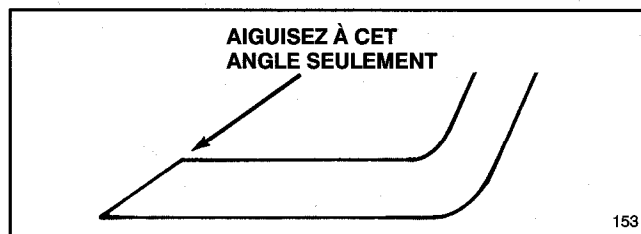

Figure 17
6. AIGUISAGE DE LA LAME—Au moyen d'une lime affuter la partie supérieure de la lame (le côté dirigé vers le haut du carter de la tondeuse) en conservant l'angle de coupe original (Fig. 17). Si la même quantité de métal est retirée sur chaque tranchant, la lame reste équilibrée.